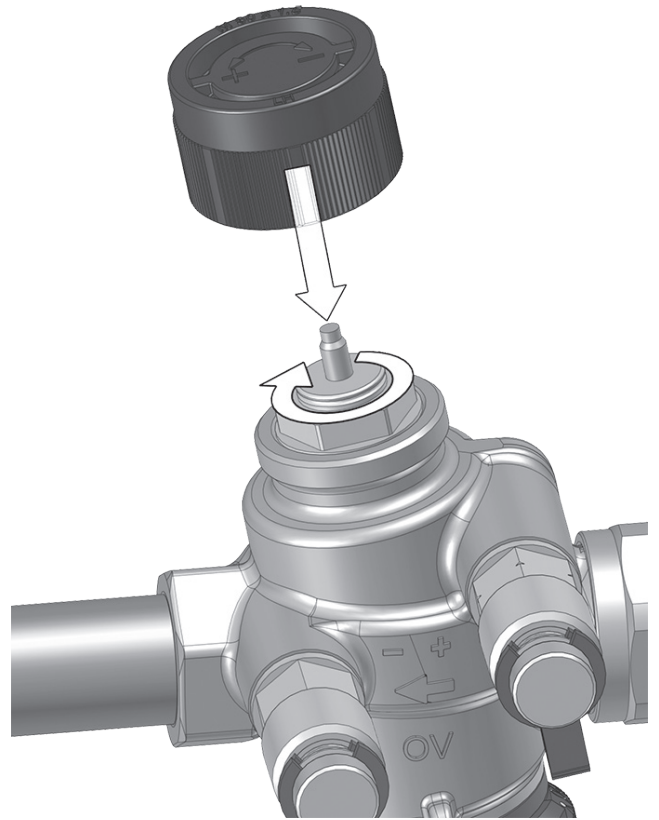

图 8: 关闭
- 例如，用建筑保护盖关闭阀门（参见图 8）。
将随附的建筑保护盖拧到 M30 x 1.5 螺纹接口上（参见图 8）。